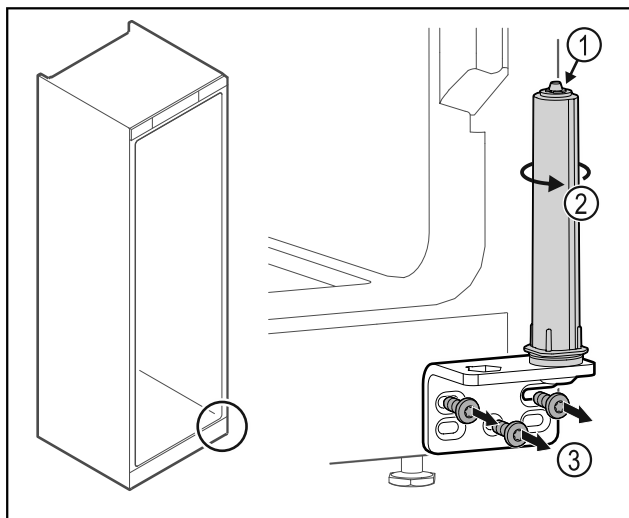

Fig. 39
- ▶ Ne pas désassembler le système de fermeture de la porte Fig. 39 (1).
- ▶ Tourner le système de fermeture Fig. 39 (2) jusqu'à entendre un clic.
- ▶ Dévisser l'équerre de la charnière Fig. 39 (3).